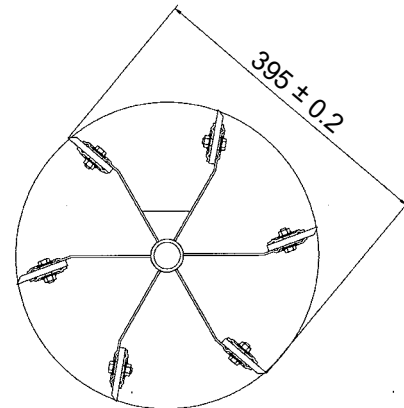

Fig. 9
- Najdokładniejsze rozwiązanie uzyskujemy, jeżeli łopatki po montażu zostaną przeszlifowane na prawidłową wysokość i pod odpowiednim kątem w wirniku, zobacz fig. 9.